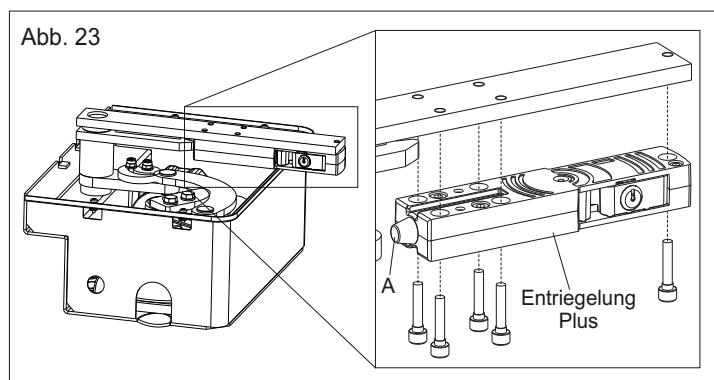

Abb. 23
5.2. Den Aufhängungsstift (A) gut schmieren und das Entriegelungssystem unter dem Flügelsatz mit Hilfe der 5 mitgelieferten Schrauben (Abb. 23) montieren.